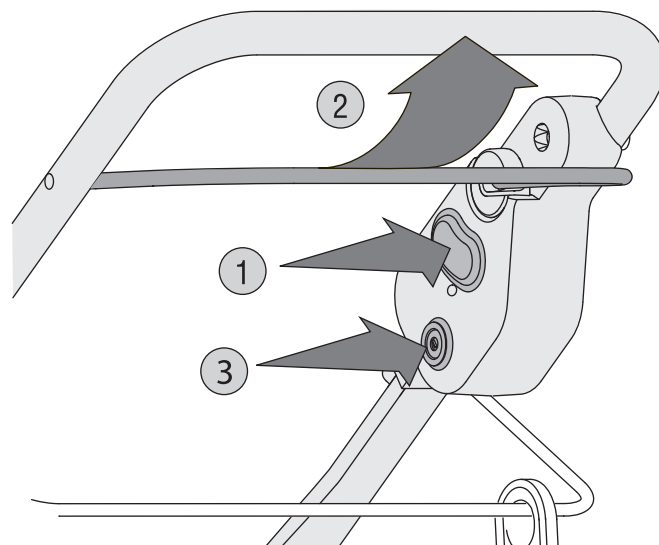

Fig. 6
4. Appuyez sur le démarreur (bouton rouge) et maintenez-le enfoncé (Fig. 6, n° 1). **REMARQUE :** Le démarrage du moteur de la motobineuse entraîne également la rotation des couteaux.
5. Lorsque vous maintenez le bouton du démarreur enfoncé, relevez la barre de commande contre le guidon (Fig. 6, n° 2) pour démarrer le moteur et entraîner le mouvement des couteaux.
2. Appuyez sur l'interrupteur de surintensité, pour réinitialiser l'interrupteur (Fig. 6, n° 3).